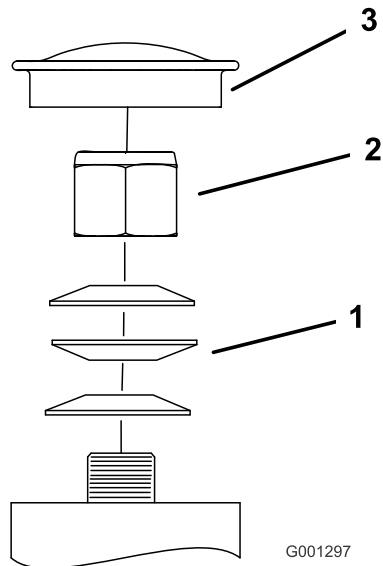

Figura 78
3. Retire el tapón guardapolvo de la rueda giratoria y apriete la contratuerca (Figura 78).
4. Apriete la contratuerca hasta que las arandelas de muelle estén planas, luego afloje la contratuerca ¼ de vuelta para establecer la pre-carga correcta de los cojinetes (Figura 78).
Importante: Asegúrese de que las arandelas elásticas están correctamente instaladas, como se muestra en la Figura 78.
- Coloque el tapón guardapolvo (Figura 78).